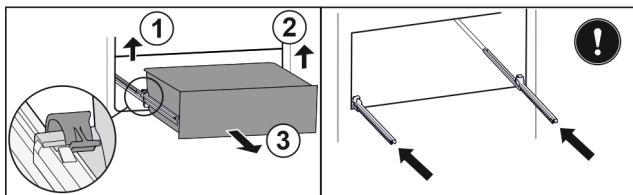

Fig. 119
- Linke Klemme anheben und gleichzeitig Schubfach links nach vorne ziehen. Fig. 119 (1)
- Rechte Klemme anheben und gleichzeitig Schubfach rechts nach vorne ziehen. Fig. 119 (2)
- Schubfach nach vorne entnehmen. Fig. 119 (3)